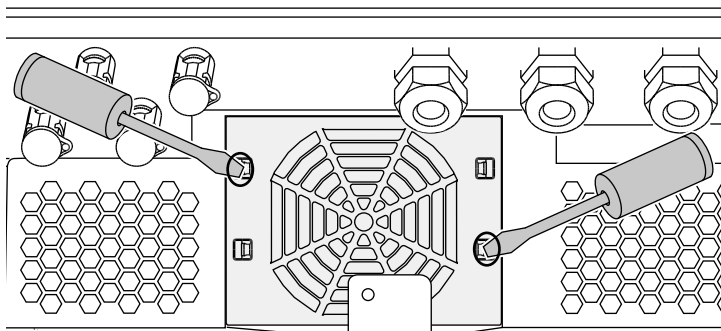

Fig. 69: Soltar las pestañas de fijación
3. Con un segundo destornillador, presionar las pestañas de fijación hacia el centro del ventilador. Sacar la unidad del ventilador ligeramente. **Fig. 69**